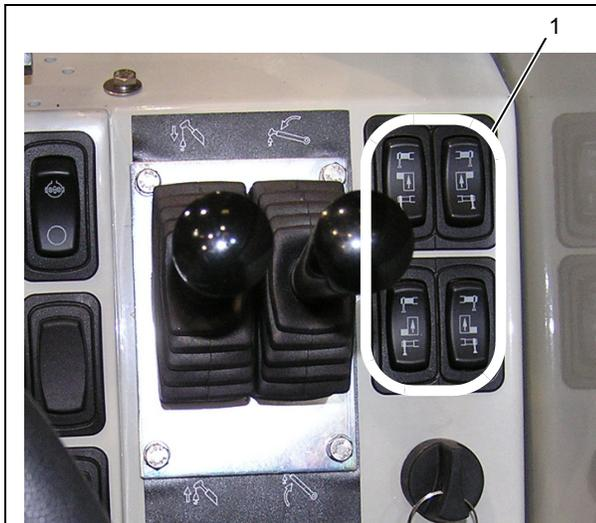
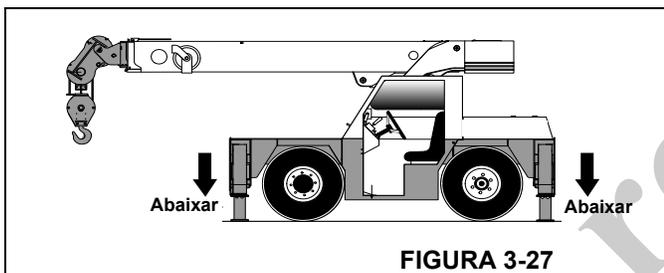

FIGURA 3-26
FIGURA 3-27
1. Coloque a chave seletora do estabilizador/macaco (1, Figura 3-26) na posição do estabilizador — pressione a parte superior da chave.
3. Pressione a parte superior da chave de extensão/retração (2).
1. Coloque a chave seletora do estabilizador/macaco (1, Figura 3-26) na posição do macaco — pressione a parte inferior da chave.
4. Pressione a parte superior da chave de extensão/retração (2).
5. Pise no pedal acelerador para aumentar a rotação do motor, o que fará os macacos abaixarem mais rapidamente (Figura 3-27). Quando os macacos estiverem totalmente estendidos, solte o pedal acelerador e a chave.
4. Pressione a parte inferior da chave de extensão/retração (2).
3. Pressione a parte inferior da chave de extensão/retração (2).